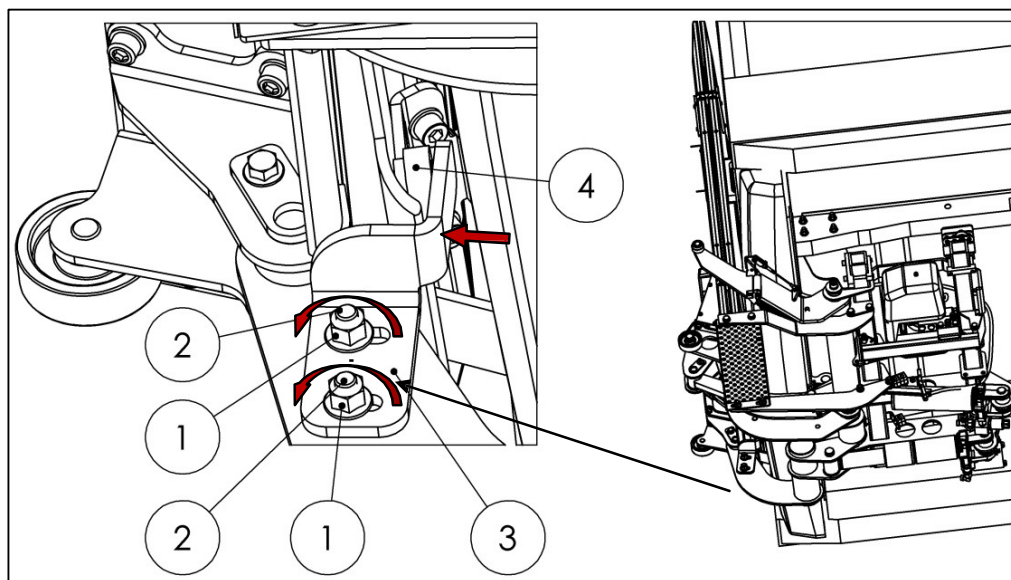

Fig. 85
- Afloje las tuercas (1) y los tornillos (2) del tope (3).
- Presione el tope (3) firmemente contra el disco de plástico (4) (ver Fig. 85).